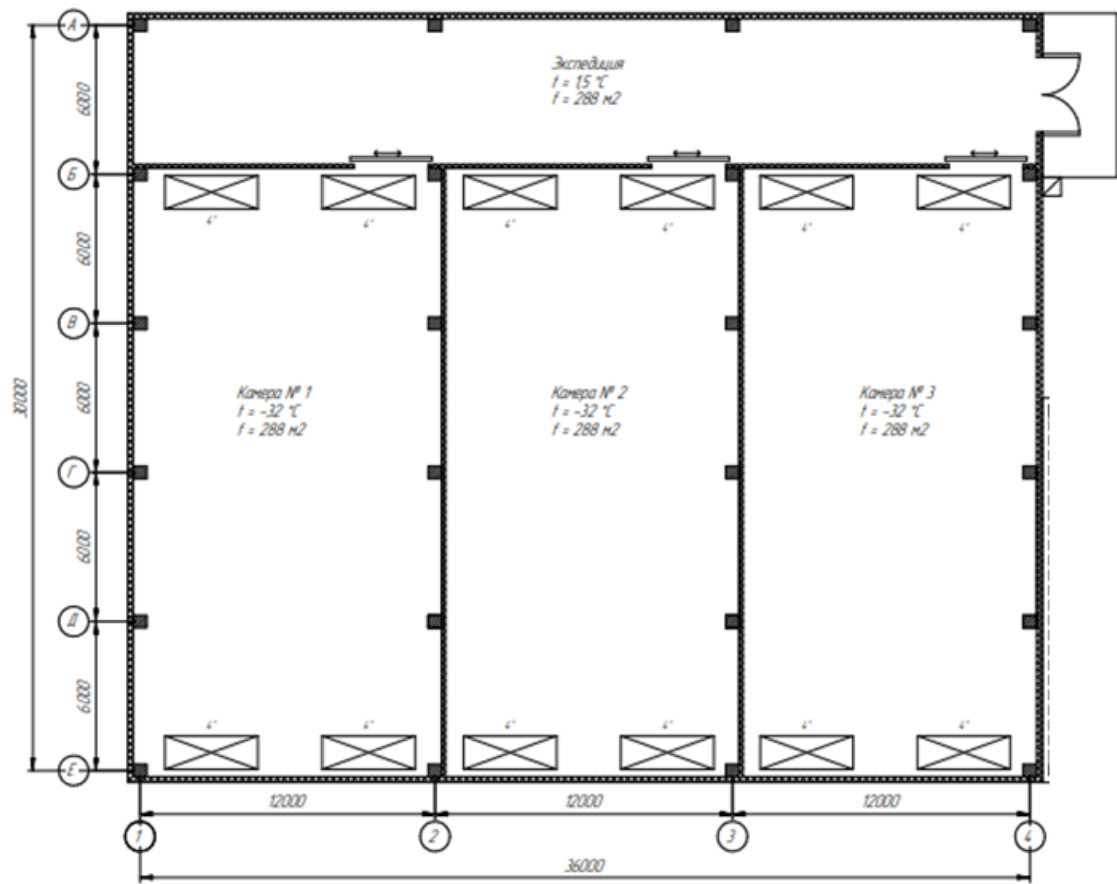

Рисунок 1 – Планировка холодильника
*Далее, исходя из расчета выше, из выбранной сетки колонн рисуется планировка холодильника, и рисунок вставляется в курсовую работу как рисунок 1. Пример как оформляется рисунок вставляю ниже (на машинное отделение не обращается внимание)*